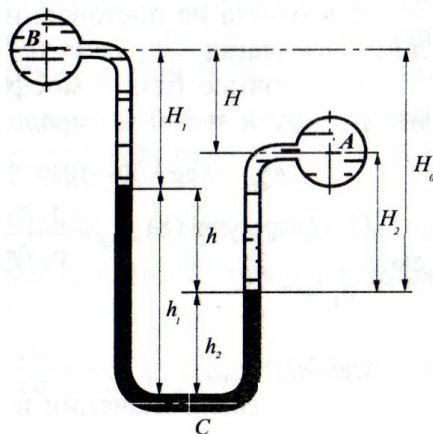

Рис. 1
5. Определить разность давлений в точках, находящихся на осях труб А и В (рис. 1), наполненных водой, если разность уровней ртути $A = 30$ см. Разность уровней осей труб $H = 100$ см, $\rho_{рт} = 13600 \text{ кг/м}^3$.